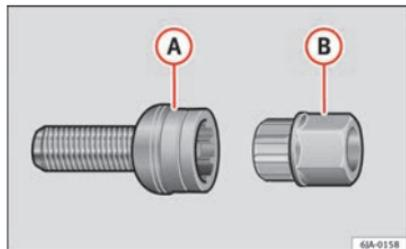

Fig. 141 Boulon de roues antivol avec adaptateur
- Introduisez l'adaptateur (B) ⇒ fig. 141 avec le côté denté jusqu'en butée dans la denture intérieure du boulon de roues antivol de type (A), où seuls les six pans creux ressortent.
- Calez la clé démonte-roue jusqu'en butée dans l'adaptateur (B).